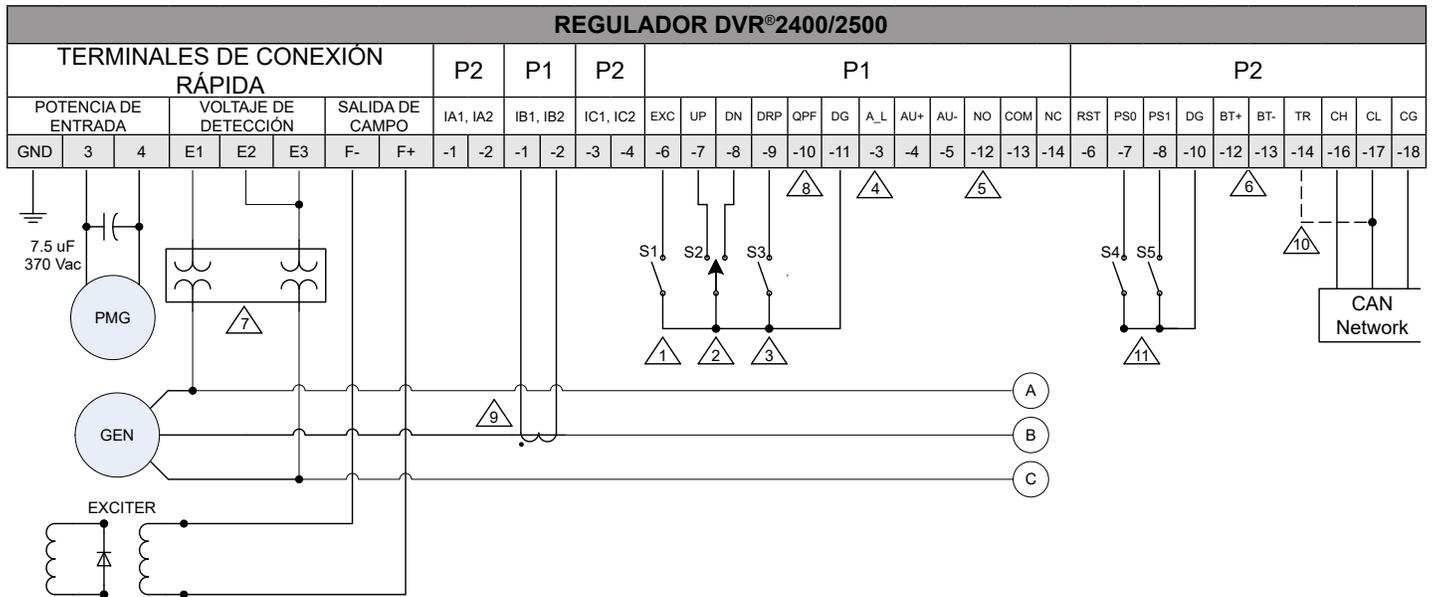

Figura 5-10. Conexiones típicas con rotación ABC, detección de voltaje monofásico y detección de corriente monofásica
- En la Figura 5-10 se muestra una aplicación en la que el regulador se conecta para la detección de voltaje monofásico y una detección de corriente monofásica.